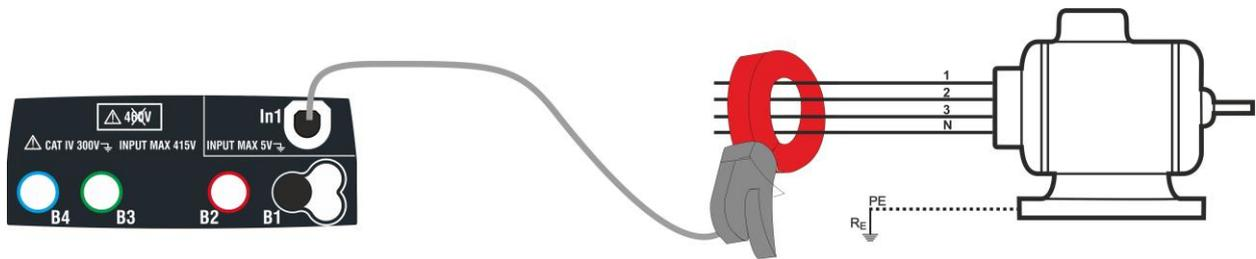

Fig. 26 : Mesure indirecte du courant de fuite en installations triphasées
4. Pour des mesures indirectes du courant de fuite, connecter la pince externe comme d'après la Fig. 26. Pour des mesures directes du courant de fuite, connecter la pince comme d'après la Fig. 27 et débrancher toute connexion de terre additionnelle pouvant influencer les résultats de l'essai.